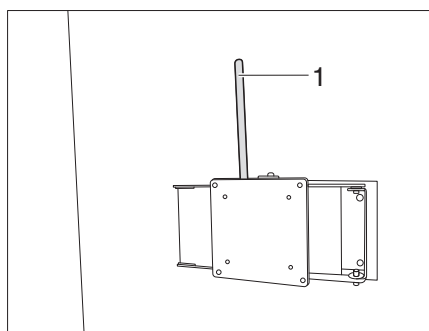

Fig. 140 Soporte con brazo articulado (variante 4)
- Tirar de la palanca (Fig. 140,1).
- Para bloquear la palanca (Fig. 140,1), volver a llevarla a la posición inicial.